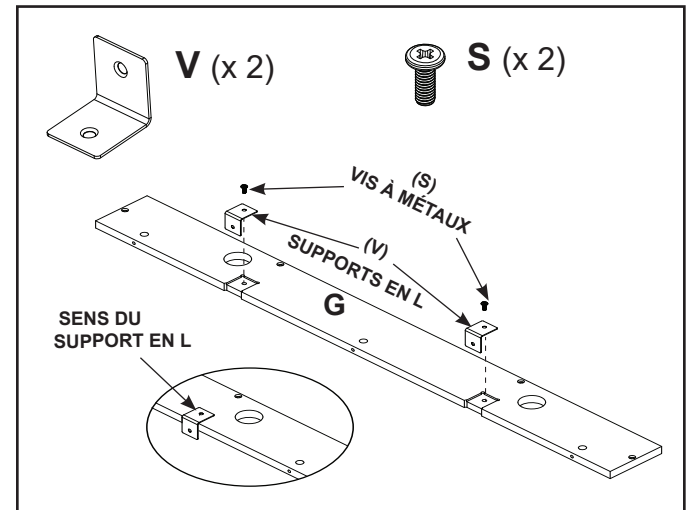

Figure 13.
- Installez deux (02) supports en L (V) sur la pièce « G » à l'aide de deux (02) vis M6 X 15. Voir la figure 13.